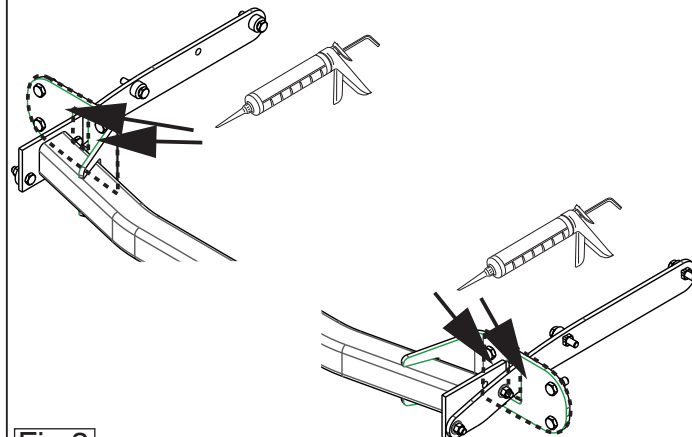

Fig.3
12. Герметизировать обозначенные части (см. рис. 3)